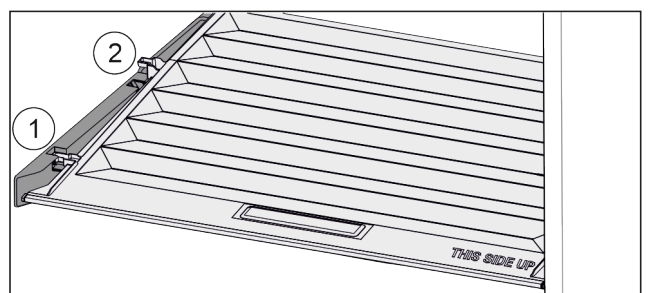

Fig. 39
- Tirare in avanti il coperchio fino all'apertura nei fermi Fig. 39 (1).
- Sollevare posteriormente dal basso e togliere verso l'alto Fig. 39 (2).